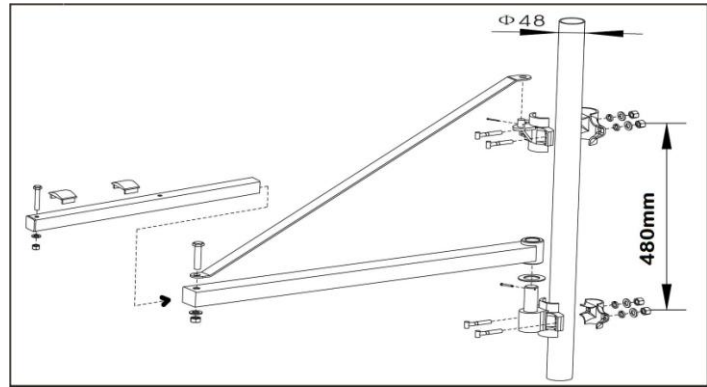

Fig.3
- 2) Erstellen Sie die Erweiterung Bar wie in Abb. 3 dargestellt